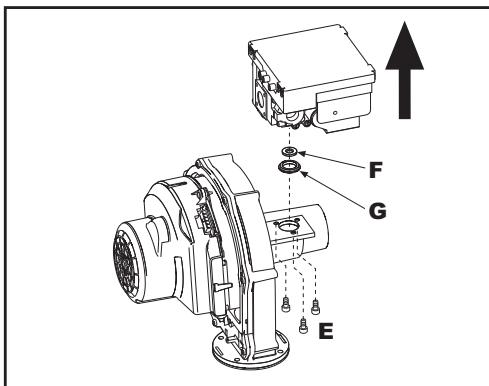
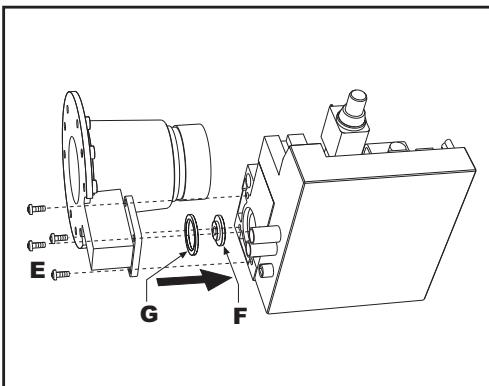

рис. 57 - Модель ENERGY TOP B 80 - 160
рис. 58 - Модель ENERGY TOP B 125 - 250
7. Открутите винты "E" (рис. 57 модель ENERGY TOP B 80 - 160 и рис. 58 модель ENERGY TOP B 125 - 250) и демонтируйте газовый вентиль.
8. Снимите газовую форсунку "F" (см. рис. 57 для модели ENERGY TOP B 80 - 160 и рис. 58 для модели ENERGY TOP B 125 - 250) и замените ее с форсункой, находящейся в комплекте для перенастройки, вставив последнюю в уплотнительное кольцо "G". Установите на место ранее демонтированные детали, затем проверьте систему на отсутствие утечек.